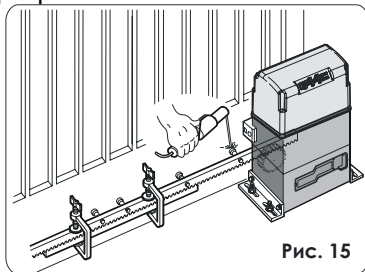

Рис. 15
5. Присоедините еще один реечный элемент вплотную к предыдущему, используя часть рейки (как показано на рис.15), соотнесите зубья этих двух элементов.